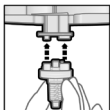

Fig. 2
3. Applicare uno dei puntali di miscelazione Dynamix in dotazione sui fori di uscita della cartuccia (Fig. 2)